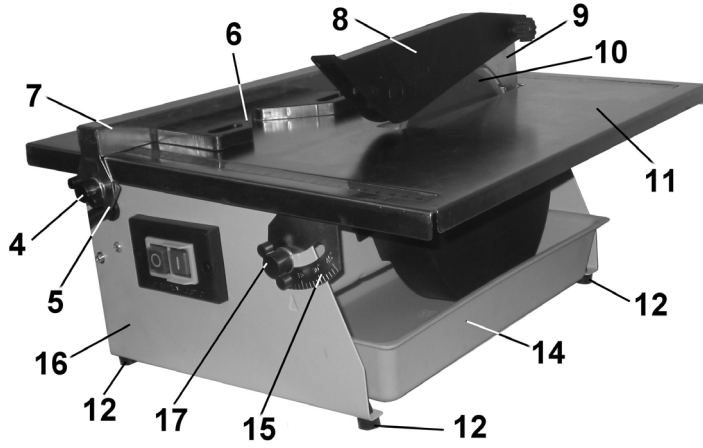
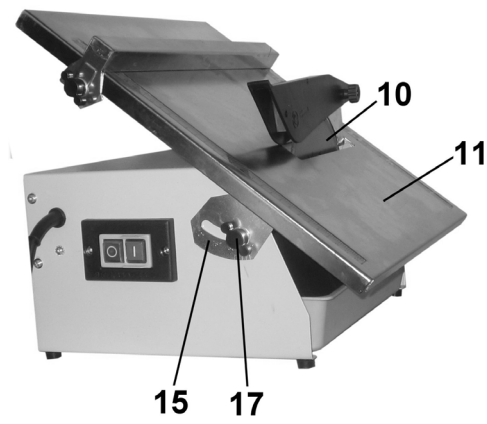

Рис. 3
Рис. 4
9.1. Как показано на Рис.3, используя два винта крепления (4) на направляющей планке (7), установите с обеих сторон прижимные планки (5). Установите направляющую планку (7) и зафиксируйте двумя винтами крепления (4) положение планки (7) за отбортовку рабочего стола (11).
10.1. Регулировка угла резания (Рис. 4)
10.1.2. Ослабьте крепление двух винтов фиксации (17), Рис.3, Рис.4.
10.1.3. Как показано на Рис.4, переведите рабочий стол (11) в наклонное положение, совместив показание на шкале наклона (15) и указателе на предполагаемый угол резания. Закрепите положение двумя винтами фиксации (17). Для более точной установки угла наклона рабочего стола (11) пользуйтесь угломером, шаблоном или образцом.
10.2. Регулировка резания в размер (Рис. 3)